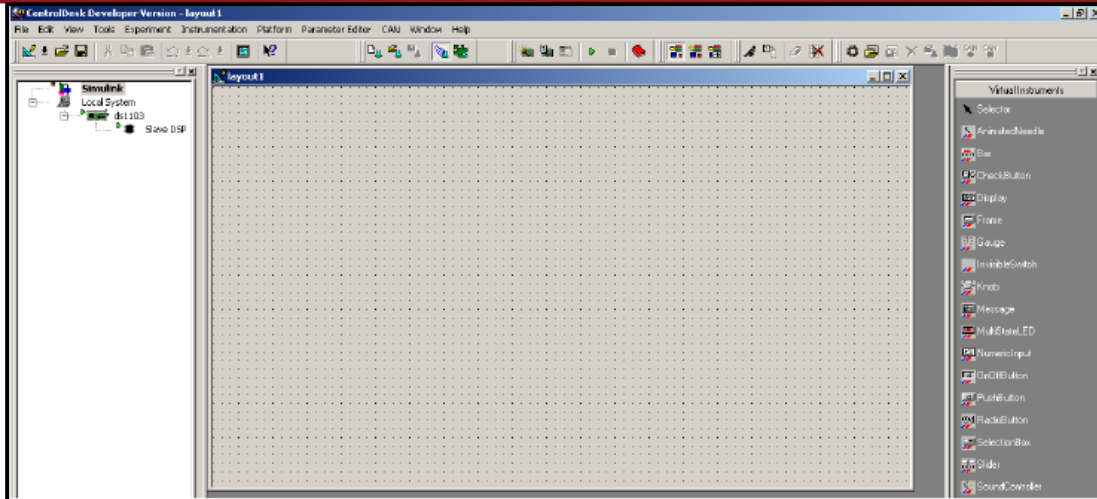

Fig. 2.12: Ventana completa del Layout y los instrumentos virtuales.
1. Después de haber creado un diagrama en simulink con los bloques del RTI se crea un esquema o "layout" siguiendo la ruta *File > New > Layout* y también en *View > Controlbars > Instrument Selector*. Esta última acción mostrará las librerías que podrán ser usadas para crear la interfaz gráfica de usuario, que están agrupadas en dos tipos de instrumentos: Los instrumentos virtuales y los instrumentos de adquisición de datos, tal como se muestra en la Fig. 2.12: